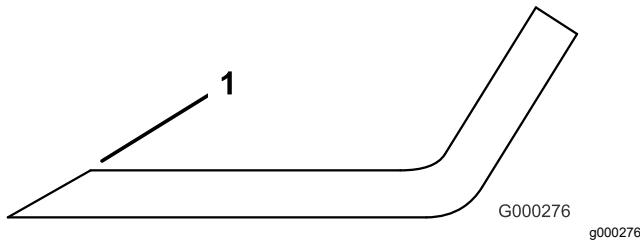

Figure 73
1. Au moyen d'une lime, aiguisez les tranchants aux deux extrémités de la lame (Figure 73).
**Remarque:** Si la lame est déséquilibrée, limez un peu l'extrémité de l'ailette seulement (Figure 73).